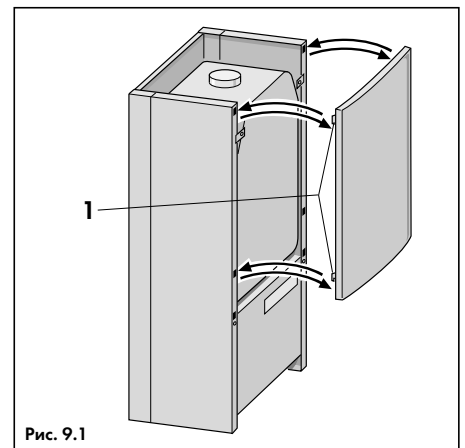
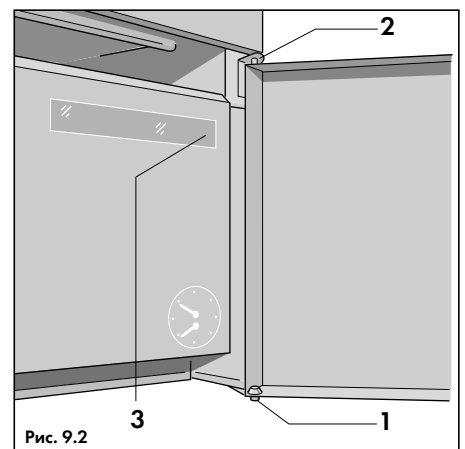

Рис. 9.1
Рис. 9.2
Дверцу аппарата насадить на нижний шарнирный штифт (1, рис. 9.2), а верхний шарнирный штифт (2, рис. 9.2) отогнуть вверх так, чтобы он также вошел в дверцу. Дверцу не закрывать. Верхнюю панель облицовки аппарата с помощью пластиковых крючков (1, рис. 9.1) навесить, используя отверстия боковых стенок, и сдвинуть панель вниз. После этого закрыть нижнюю дверцу.
- Вывинтить винты крепления шарнирного штифта (1, рис. 9.2) и установить его на левой боковой стенке.
- Дверцу аппарата насадить на нижний шарнирный штифт (1, рис. 9.2), а верхний шарнирный штифт (2, рис. 9.2) отогнуть вверх так, чтобы он также вошел в дверцу.
Указание: Инструкцию по эксплуатации следует хранить в специальном кармашке, который находится спереди на панели управления (3, рис. 9.2).